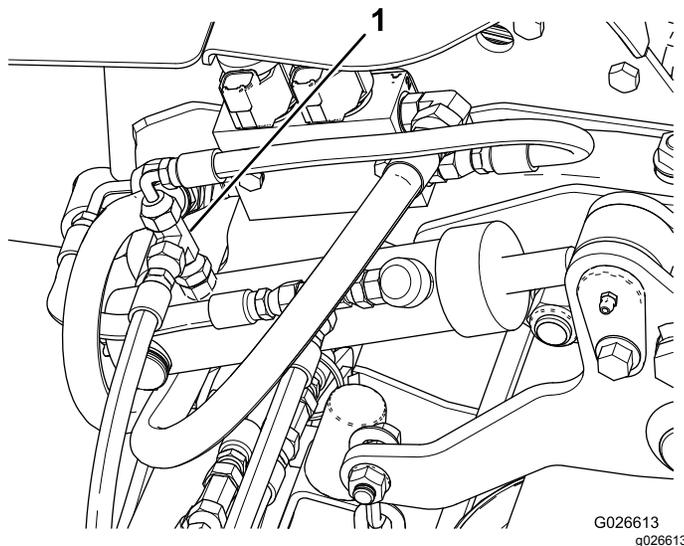

Figura 12
3. Montate il raccordo a T come mostra la figura 12.
4. Montate il flessibile esistente sulla parte superiore del raccordo a T (Figura 12).